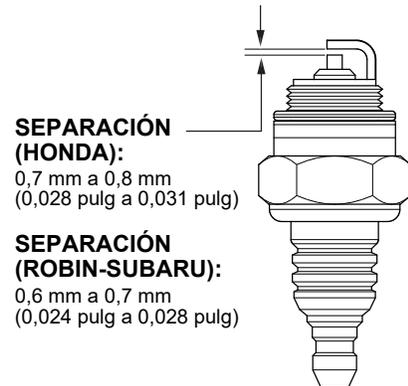

Figura 53. Bujía
1. Quite la bujía (Figura 53) y límpiela con un cepillo de alambre si se va a volver a usar. Reemplace la bujía si el aislador está agrietado o astillado.
2. Use un calibre de láminas para ajustar la separación entre electrodos de la bujía (Figura 53). Si la alisadora tiene un motor **Honda**, la separación debe medir 0.028"-0.031" (0.7-0.8 mm). Si la alisadora tiene un motor **Robin-Subaru**, la separación debe medir 0.024"-0.031" (0.6-0.7 mm).